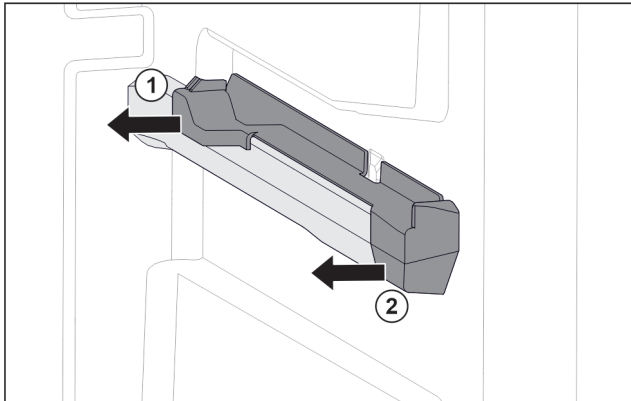

Fig. 114 Insteekelement op rechter containerrib
- Insteekelement achter naar de zijkant toe eraf trekken. Fig. 114 (1)
- Insteekelement voor naar de zijkant toe eraf trekken. Fig. 114 (2)